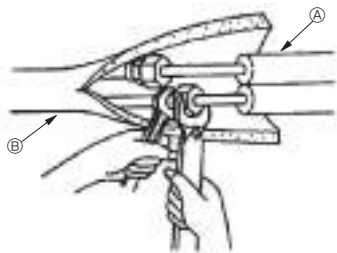

Fig. 4-4
4.4. Rury czynnika chłodniczego (Fig. 4-4)